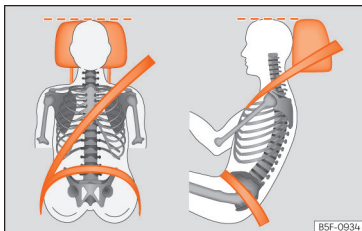

Fig. 20 Faixa do cinto de segurança e encosto de cabeça corretamente regulados.
beça, e nunca abaixo dos olhos. Mantenha a nuca o mais próximo possível do encosto de cabeça »» Fig. 20.
- Ajuste longitudinalmente o banco, de modo a poder carregar a fundo nos pedais com os joelhos ligeiramente fletidos e a ficar uma distância entre a zona dos joelhos e o painel de instrumentos de pelo menos 10 cm (4 polegadas) »» Fig. 20.